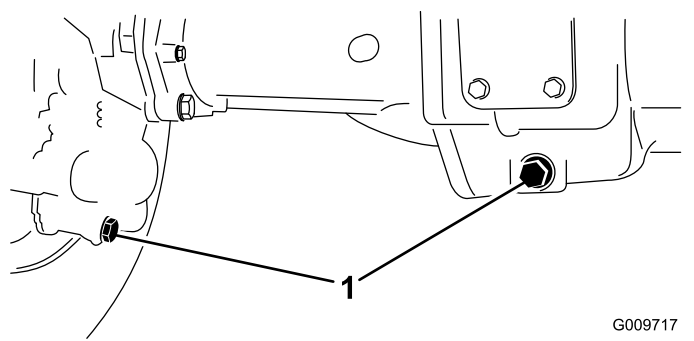

Figura 46
2. Pulite attorno ai tre tappi di spurgo, uno per lato ed uno in centro (Figura 46).